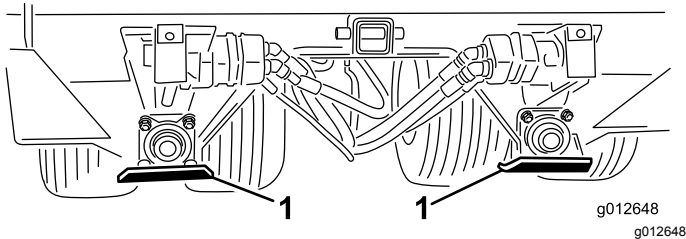

Figura 8
1. Posizionate la slitta come illustrato nella Figura 8.